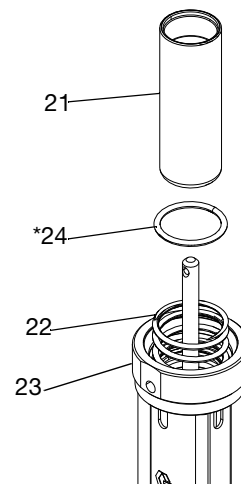

ABB. 15
7. Luftkolben (21) nach oben aus der Luftmotorbasis (23) herausziehen. O-Ring (24*) von der Luftmotorbasis entfernen. Alle Teile, einschließlich der Feder (22) in der Luftmotorbasis auf Beschädigungen überprüfen. Siehe ABB. 15.